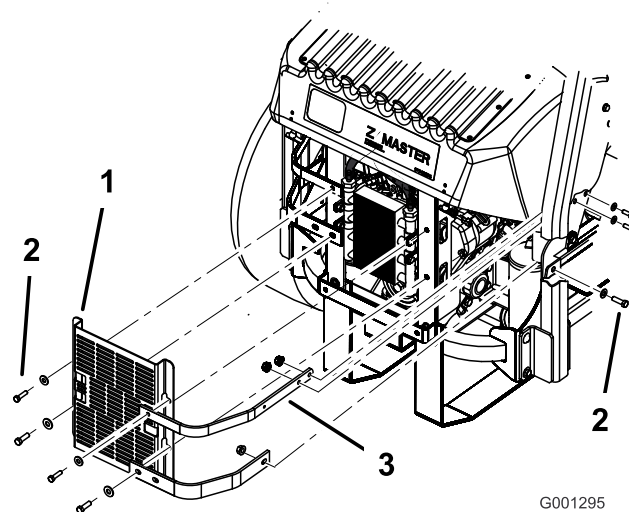

Figure 60
- Enlevez les 4 boulons qui fixent l'écran du refroidisseur d'huile au bâti arrière (Figure 60).
- Enlevez les 3 boulons qui fixent les barrettes du moteur au côté de la machine (Figure 60).
12. Montez l'écran du refroidisseur d'huile et les barrettes du moteur sur le bâti arrière au moyen des 4 boulons retirés précédemment (Figure 60).
13. Fixez les barrettes du moteur au côté de la machine (Figure 60).